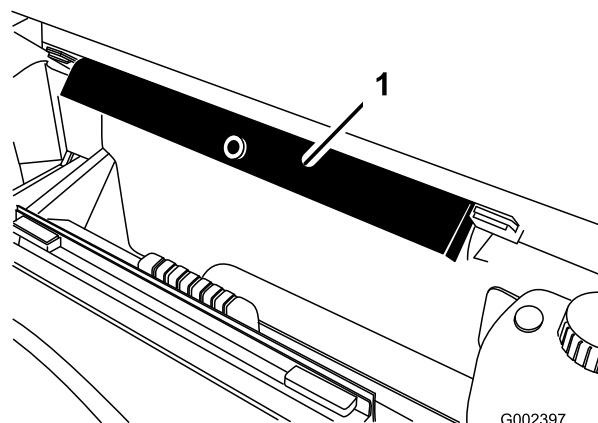

Figure 88
7. Sortez la béquille de sécurité des supports de rangement au dos du panneau du système ROPS (Figure 88).